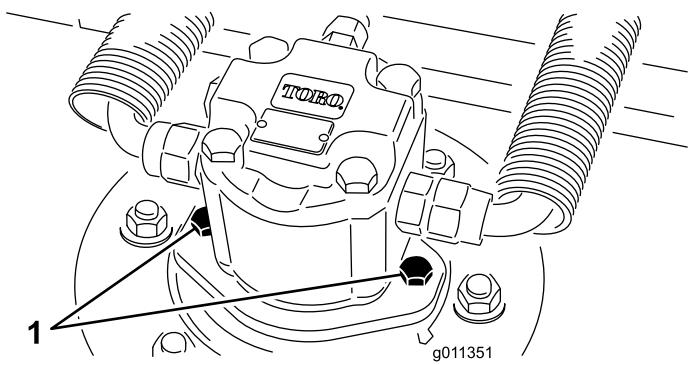

Рисунок 80
2. Отсоедините и снимите гидромотор с режущего блока (Рисунок 80). Накройте верхнюю часть шпинделя для предотвращения загрязнения.
- Установите гидромотор на режущий блок (Рисунок 80). Убедитесь, что уплотнительное кольцо находится в штатном положении и не повреждено.